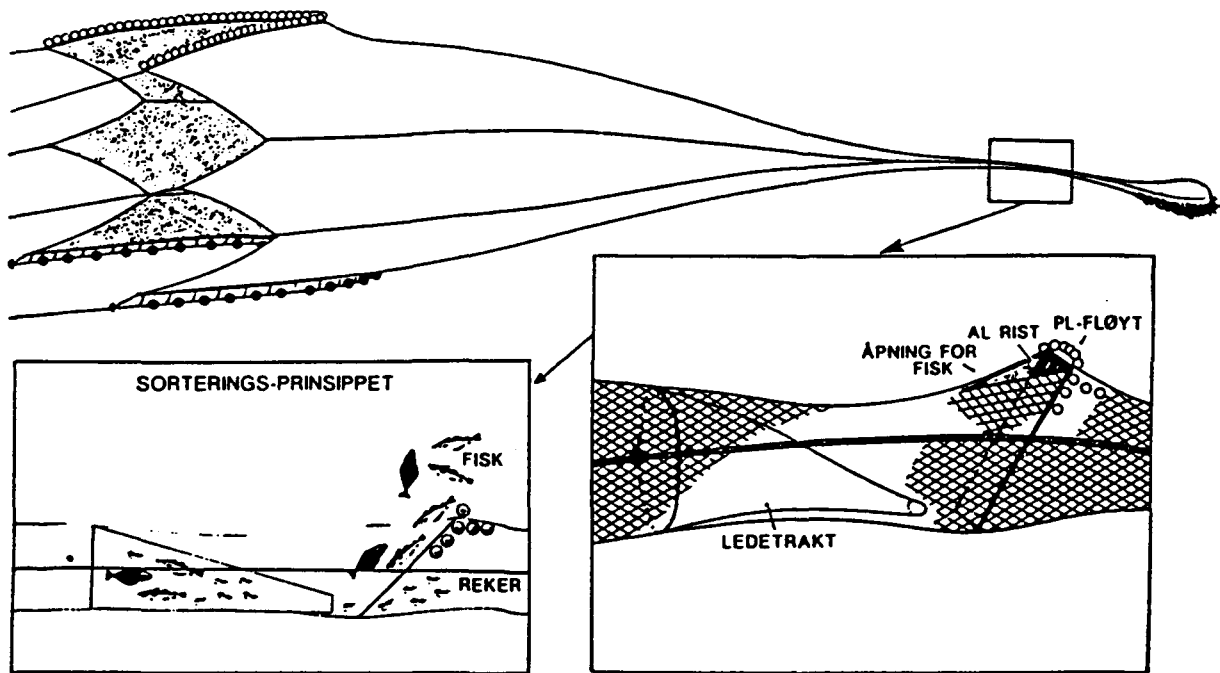

Fig.1
B. MONTERING (se fig. 1, 2 og 5).
11. Ledetunnel bør lages av polyetylen (PE) og maskevidden bør være så nært ned mot tillatt som mulig.